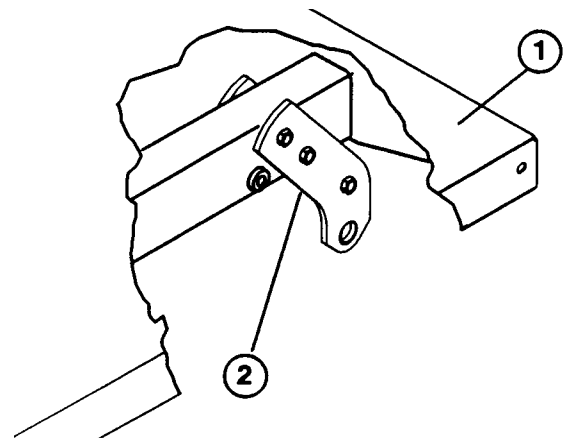
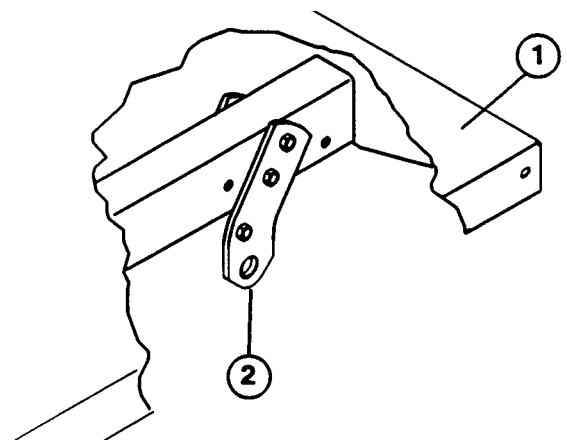

Figure 4
Figure 5
3. Assembler sans serrer les plaquettes d'articulation supérieures arrière avec un tube d'articulation, une vis à tête creuse et un contre-écrou 3/8-16 x 3-3/4", en utilisant les trous illustrés dans la figure 4.
4. Monter chaque jeu de plaquettes d'articulation arrière sur les profilés gauche et droit du châssis du plateau avec les vis à tête creuse et contre-écrous enlevés précédemment. Positionner les pattes sur le plateau 3/3 comme illustré dans la figure 4, et sur le plateau 2/3 comme illustré à la Figure 5.
NOTE: sur un Workman 3000 à plateau 3/3, s'assurer que les plaquettes d'articulation arrière sont boulonnées au châssis/profilé du plateau de telle sorte que l'extrémité inférieure soit dirigée vers l'arrière (Fig. 4).